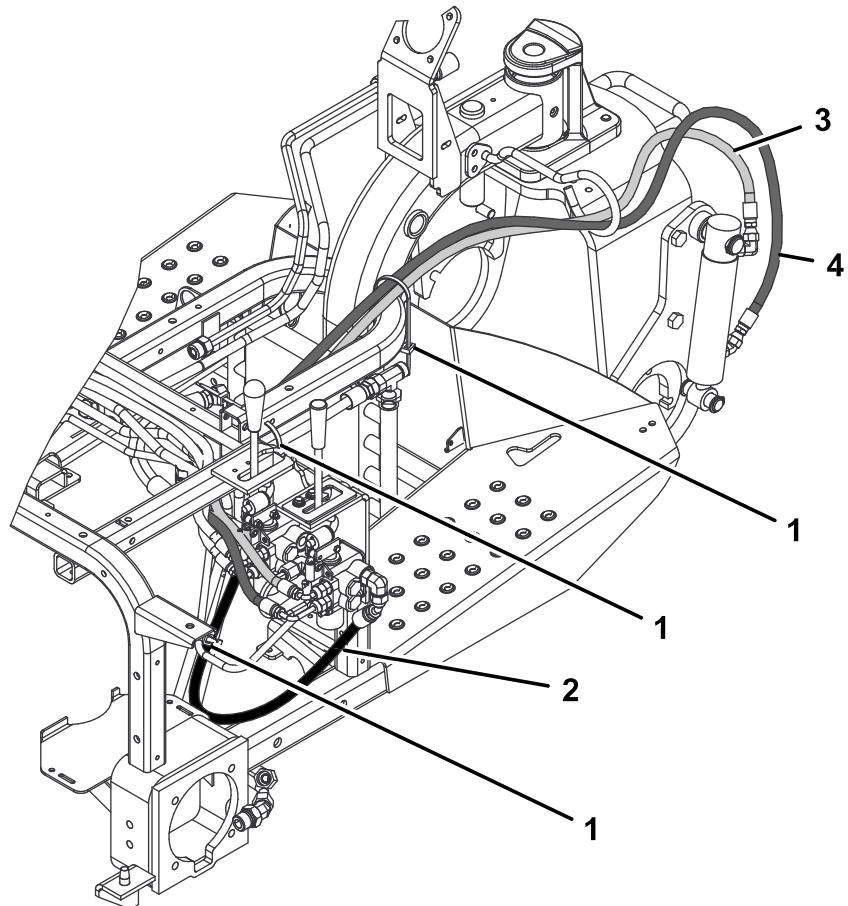

図 21
- に接続する(図19)。ホースの取り回しについては、図20と図21を参照方。
4. 油圧ホース(部品番号108-8453)の短いエルボ継手端をバルブ後部の上部ストレート継手に接続する。ホースをワイヤーホースホルダーに通して取り回し、ホースのストレート端を上部の油圧シリンダー継手に接続する(図19)。ホースの取り回しについては、図20と図21を参照方。
する。ホースをワイヤーホースホルダーに通して取り回し、ホースのストレート端を下部の油圧シリンダー継手に接続する(図19)。ホースの取り回しについては、図20と図21を参照方。
7. ケーブルタイを使って、図20と図21に示す位置でホースをマシンに固定する。